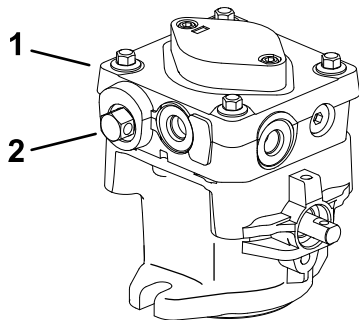

Figure 14
3. Ouvrez les vannes de dérivation en les tournant 1 à 2 fois dans le sens antihoraire (Figure 14).